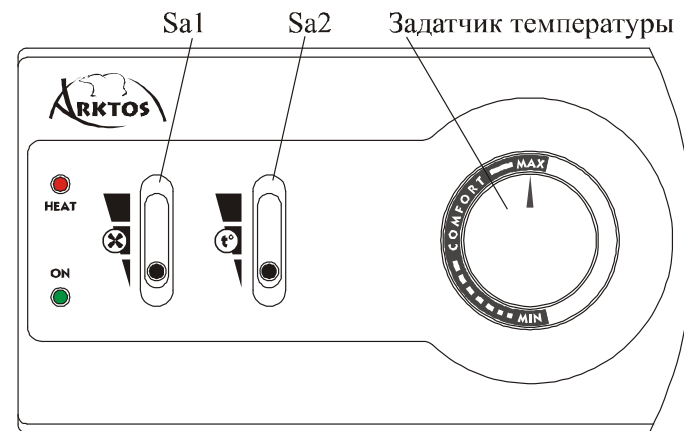

Рис.1 Внешний вид пульта и органы управления.
- Подключить кабели к пульту управления в соответствии со схемой (см. приложение 1, рис.1П, 2П, 3П) и цифровой маркировкой клеммной колодки пульта и завесы.
4.3 Схемы подключения пульта к завесам приведены в приложении 1 (рис.1П, 2П и 3П), а их количество (при подключении к одному пульту), в таблице 3.
- Включение тепловой завесы с пульта производится перемещением движка ползункового переключателя Sa1 (см.рис.1) из положения OFF (нижнего) в положение I (среднее) или II (верхнее). При этом загорается светодиод ON, индицирующий режим обдува. В положении I переключателя Sa1 вентилятор работает на половинной, а в положении II на полной скорости соответственно.
- Включение режима "Нагрев" осуществляется перемещением движка ползункового переключателя Sa2 (см.рис.1) из положения OFF (нижнего) в положение I (среднее) или II (верхнее). При этом загорается светодиод HEAT, индицирующий режим нагрева. В положении I переключателя Sa2 будет включаться только половинная мощность ТЭН-ов. В положении II переключателя Sa2 будет включаться вторая ступень (полная мощность ТЭН-ов).
- Автоматическое регулирование температуры осуществляется посредством датчика температуры расположенного на пульте управления (см.рис.1) и обеспечивающего включение ТЭН-ов (мощность в зависимости от положения переключателя Sa2). Диск терморегулятора (датчика температуры) устанавливается требуемая температура воздуха в помещении (в диапазоне от +5°C до +35°C), после включения завесы в режим нагрева.